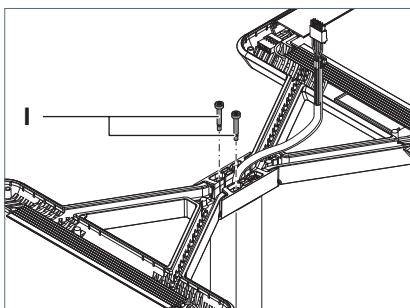

Fig. 9: Fixer la tête 2 du luminaire.
- ▶ Serrez les deux vis de réglage **I** jusqu'à ce que les têtes des vis soient à fleur de l'adaptateur, voir Fig. 9.